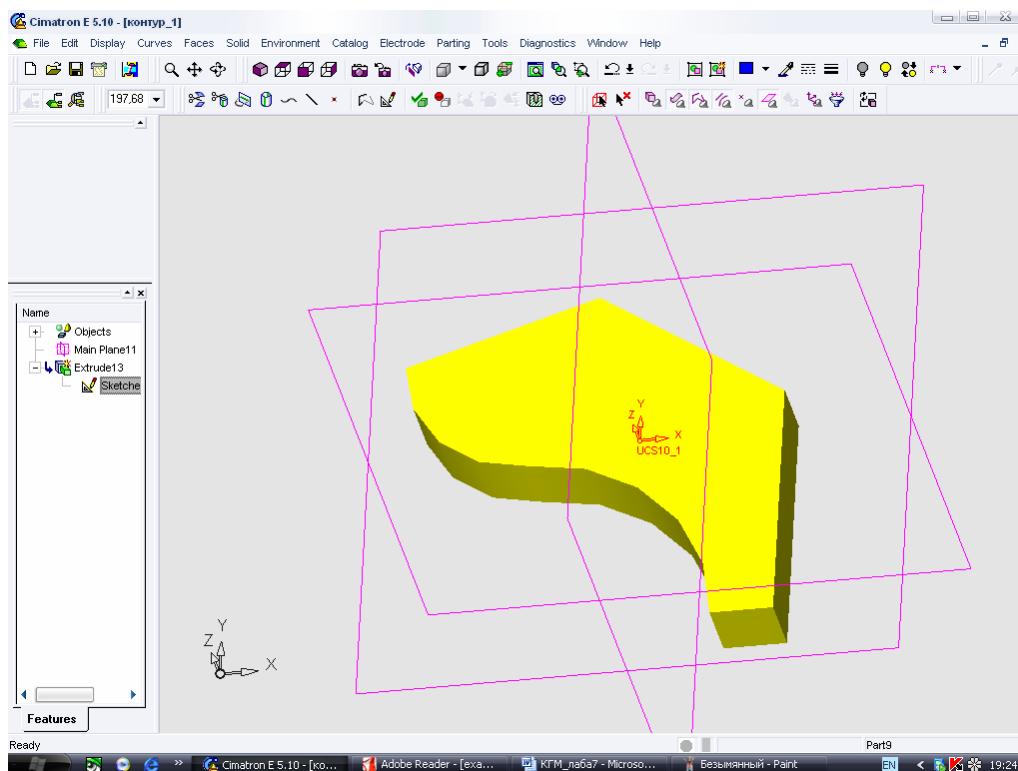

Рисунок 2 – 3D-модель детали, криволинейный контур которой необходимо получить на станке с ЧПУ
1. Создание модели детали. Построим 3D-модель криволинейного контура. Входим в среду Cimatron E 5.10. Открываем меню File > New, из предлагаемых подсистем выбираем модуль 3D-моделирования и измерения в миллиметрах. Построение эскиза контура в Scetcher и выдавливание его на расстояние 10 мм проводим таким же образом, как это описано в отчете к лабораторной работе № 4. Сохраняем построенную 3D-модель под именем «контур_1.elt» (рисунок 2).